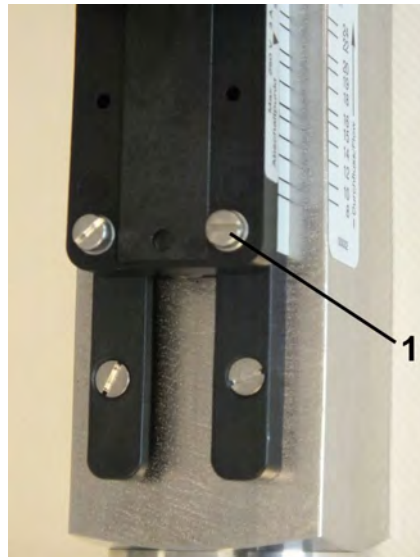

Abb. 34: Feststellschrauben lösen
1. Die Feststellschrauben des Schaltkontaktes (Abb. 34/1) mit einem Schlitzschraubendreher lösen.
3.  Feststellschrauben des Schaltkontaktes (Abb. 34/1) mit einem Schlitzschraubendreher wieder anziehen. Dabei Schrauben-Anziehdrehmoment beachten.